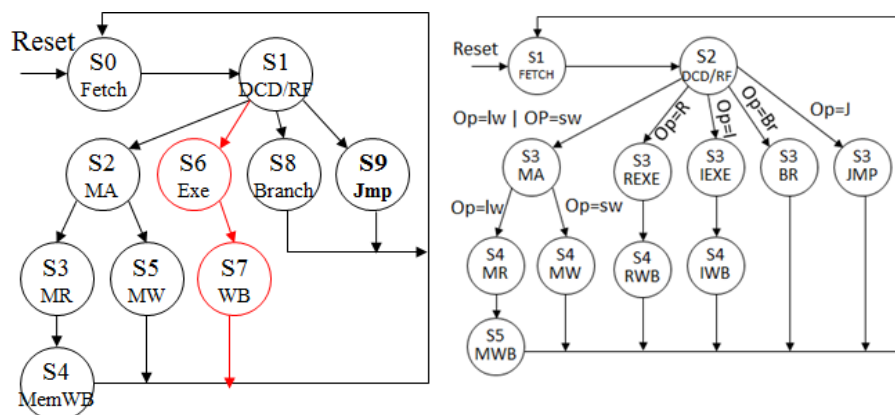

Figure3 多周期控制器状态机参考设计
19. 状态机设计通常没有唯一答案。Figure3 为 2 个均可行的状态机。状态机设计思路的主要差异在于在译码状态后，根据指令的性质设置了不同的状态分支。每位设计者的设计构思可能都不尽相同。请详细描述你的设计构思，特别是描述你为什么这样设计状态分支。